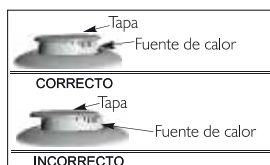

Figura 26
- Verifique antes de encender la fuente de calor que la tapa esté correctamente ubicada y ajustada a ésta, como se muestra en la figura 26.